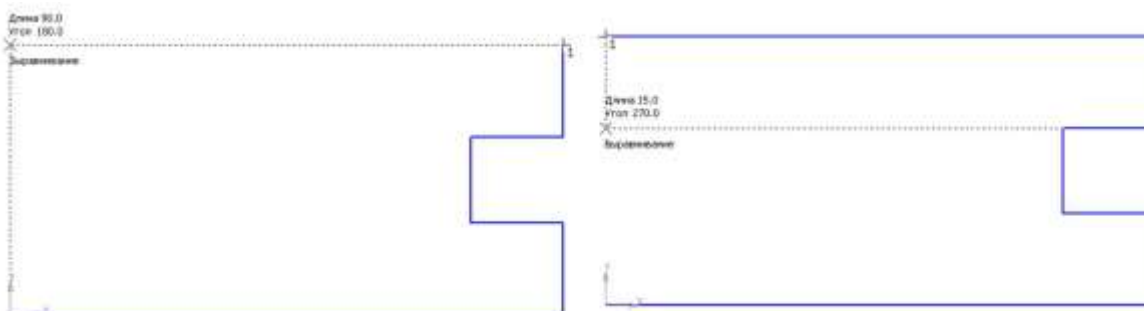

Рис. 3.17
- Повторите предыдущий пункт и выровняйте отрезок по вертикали (рис. 3.17).